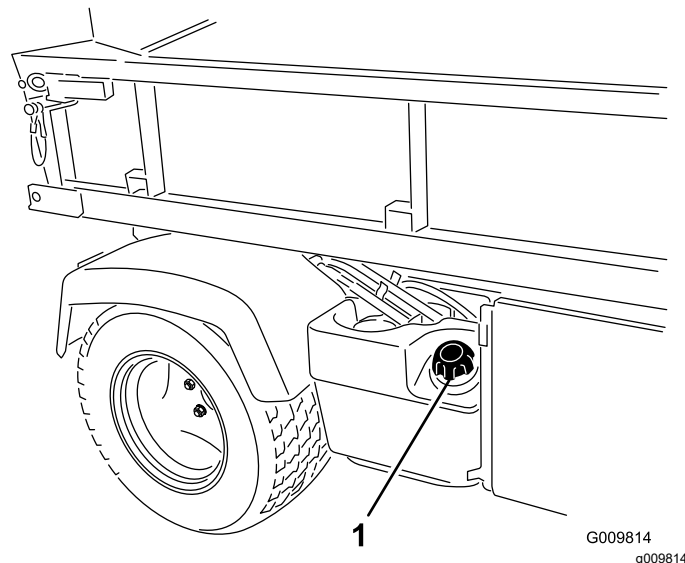

Figura 13
2. Retire a tampa do depósito de combustível (Figura 13).